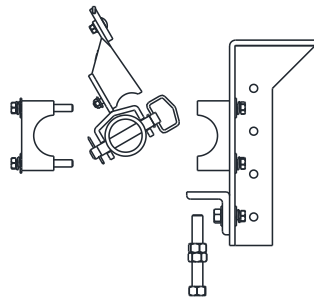
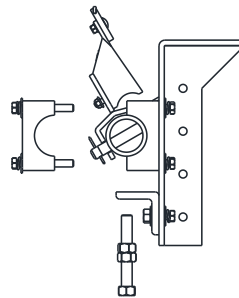
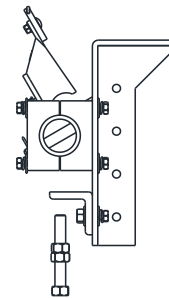

Fig. 4
Fig. 5
Fig. 6
Aterne la abrazadera del tubo de soporte al soporte utilizando los tornillos de bloqueo de la abrazadera del tubo, como se muestra en la Fig. 4. Coloque el tubo de soporte en la mitad fija de la abrazadera del tubo de soporte, como se muestra en la Fig. 5. Aterne la mitad superior de la abrazadera del tubo de soporte en su lugar y asegúrese de que la punta de la cuchilla esté perpendicular a la banda, como se muestra en la Fig. 6.
- 2.) Retire la tapa de la abrazadera como se muestra en la Fig. 5 para quitar el tubo de los soportes de montaje.